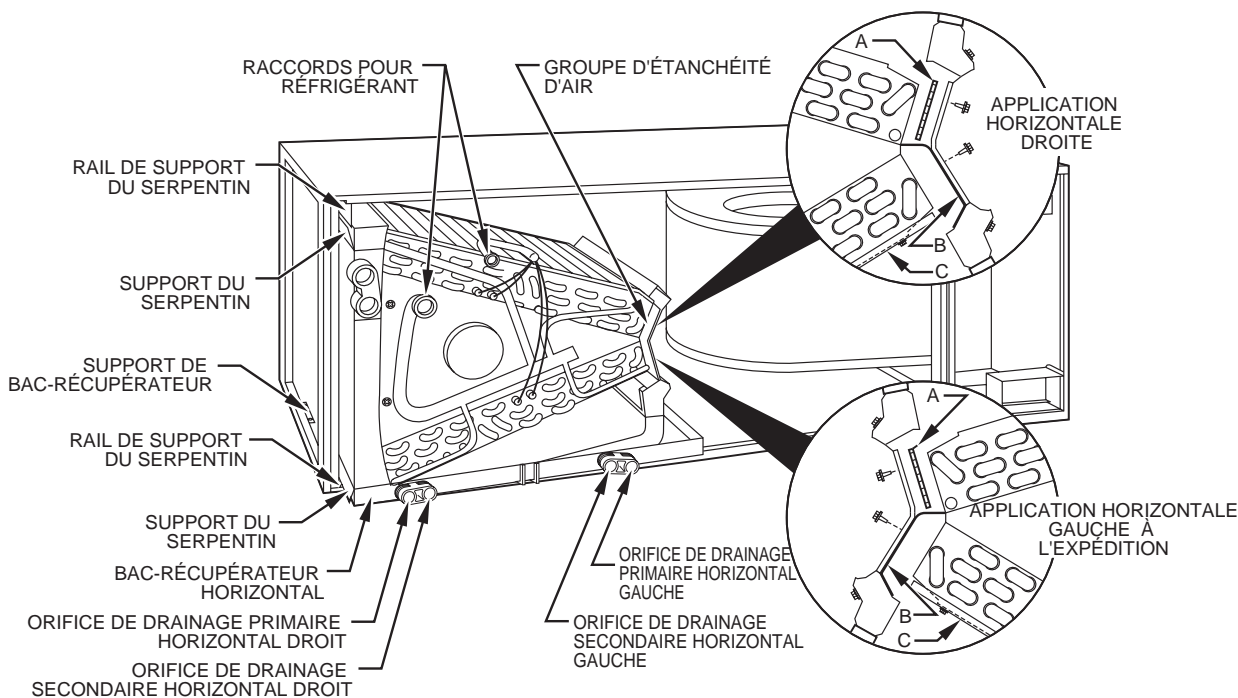

Fig. 4 - Conversione per applicazioni orizzontali a destra con batteria "A"
1. Enlever la soufflerie et les panneaux d'accès au serpentin (Fig. 4).
- b. Enlever le répartiteur d'air (B) du groupe d'étanchéité du serpentin en dévissant les 3 vis (Fig. 4 - encart agrandi de montage à l'expédition).
- c. Enlever la plaque de fermeture (A) et monter le répartiteur d'air (B) au lieu de cette plaque.
- d. Installer la plaque de fermeture (A) comme il est montré dans la vignette "application horizontale droite".